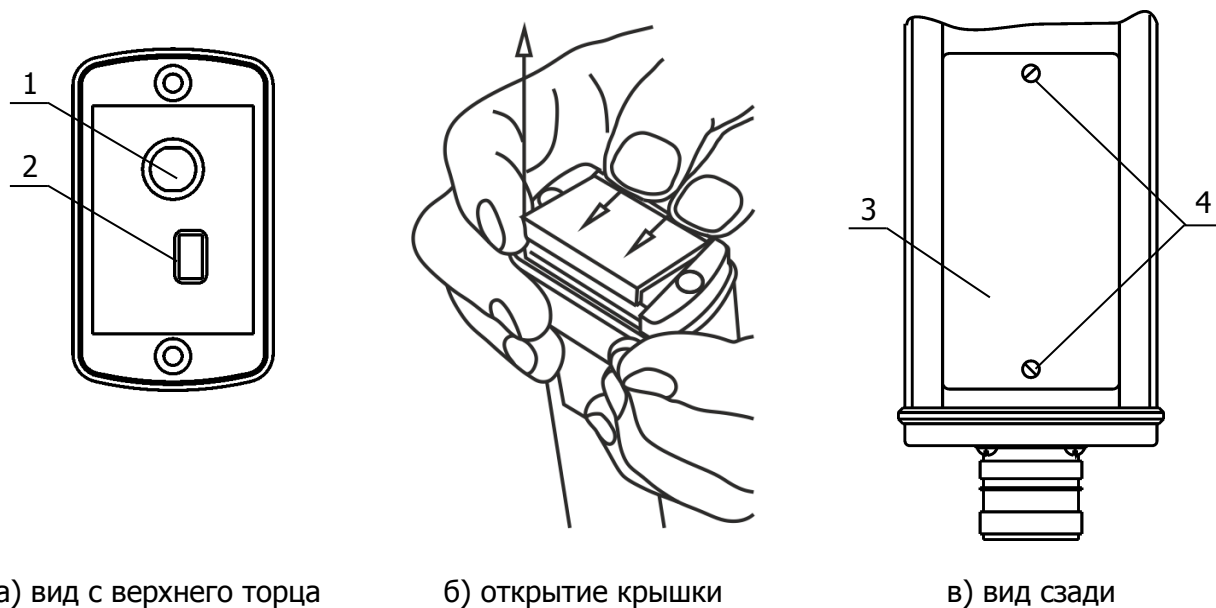

Рисунок 2 — Виды октанометра
1.6.3 На верхнем торце электронного блока под откидной крышкой (рисунок 2а) расположены: разъем 1 — для подключения принтера и разъем 2 — для подключения октанометра к зарядному устройству или к персональному компьютеру. Для того чтобы открыть откидную крышку, необходимо нажать большими пальцами на заднее ребро крышки и приподнять ее указательным пальцем как показано на рисунке 2б.
1.6.4 На задней стенке октанометра (рисунок 2в) расположена крышка батарейного отсека 3, под которой находится аккумуляторная батарея, состоящей из двух аккумуляторных элементов. Крышка закреплена винтами 4.